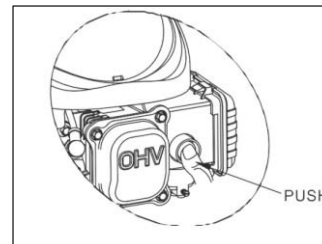

Fig. 2A
A) Pressione a lâmpada vermelha 3-5 vezes. (Fig. 2A)